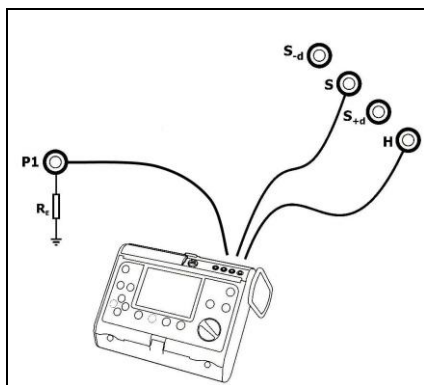

Fig.7. Conexión del medidor.
- conectar el medidor de la resistencia de las tomas de tierra (MRU-XXX) a las tomas según la Fig. 7, realizar la medición.